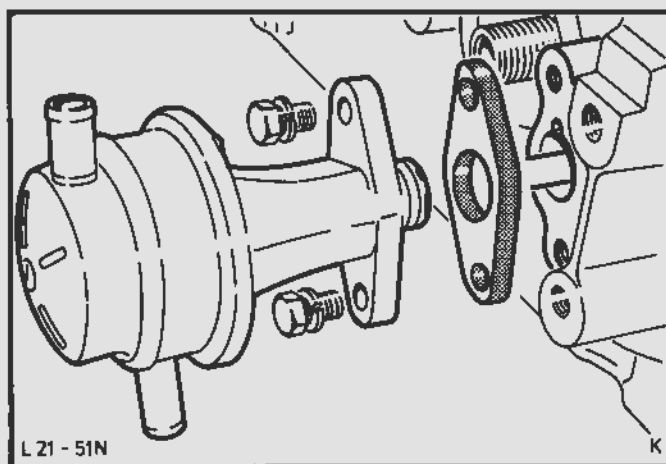

Fig.61. Monter benzinpumpen
48. Stik benzinpumpens stempel ind i boringen, monter benzinpumpen med en ny pakning og spænd den fast med det specificerede moment, Fig.61.